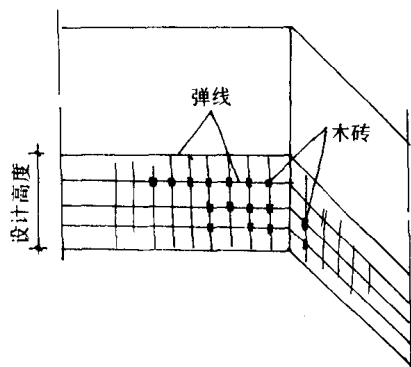

图 2-3 墙面弹线、加木砖
(1) 弹线、检查预埋件：根据施工图上的尺寸，先在墙上划出水平标高。弹出分档线。根据线档在墙上加木橛或预先砌入木砖。木砖(或木橛)位置应符合龙骨分档尺寸。木砖的间距横竖一般不大于 400mm，如木砖位置不适用可补设。见图 2-3。